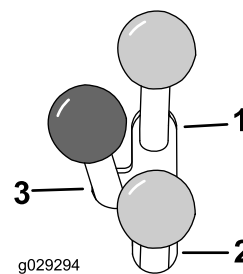

Figura 12
- Pentru a opera un dispozitiv de ataare hidraulic în direcia înainte, deplasai maneta pentru circuitul hidraulic auxiliar în faă (Figura 12).
- Pentru a opera un dispozitiv de ataare hidraulic în direcia înapoi, deplasai maneta pentru circuitul hidraulic auxiliar în spate (Figura 12).
Notă: Dacă eliberai maneta în poziia ÎNAINTE sau ÎNAPOI, maneta revine automat în poziia NEUTRĂ (Figura 12).